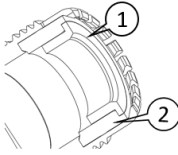

Fig. 9: Välja rätt tätning
- 1 Välj rätt tätningstillbehör. Den rekommenderade ytterdiametern på kabel för tätningen (fig. 9 / pos. 1) är 20–24 mm. Den rekommenderade ytterdiametern på kabel för tätningen (fig. 9 / pos. 2) är 24,5–30 mm.